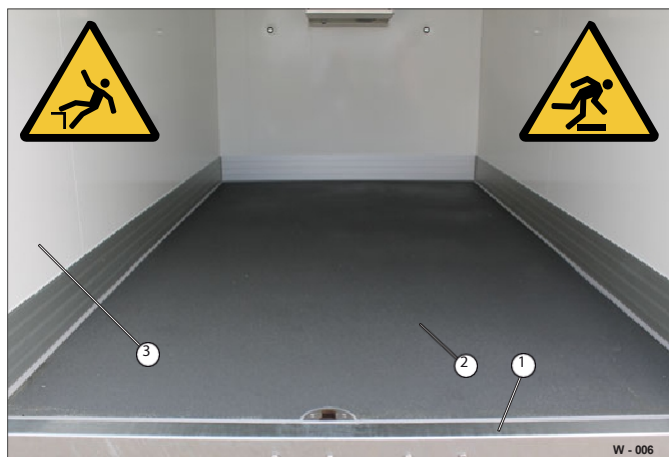

Fig. 21 Acesso ao interior
O chão (Fig. 21/2), as paredes interiores (Fig. 21/3) e, se for caso disso, o telhado devem ser limpos regularmente para evitar a contaminação / sujidade - minimizar o risco de contaminação.
- Limpar o chão (Fig. 21/2) e as paredes interiores (Fig. 21/3) e, se necessário, o teto com um pano húmido.
- Verificar se a moldura do portal (Fig. 21/1) tem uma película de ferrugem - se necessário, tratar com um inibidor de ferrugem ou um produto de limpeza para aço inoxidável.